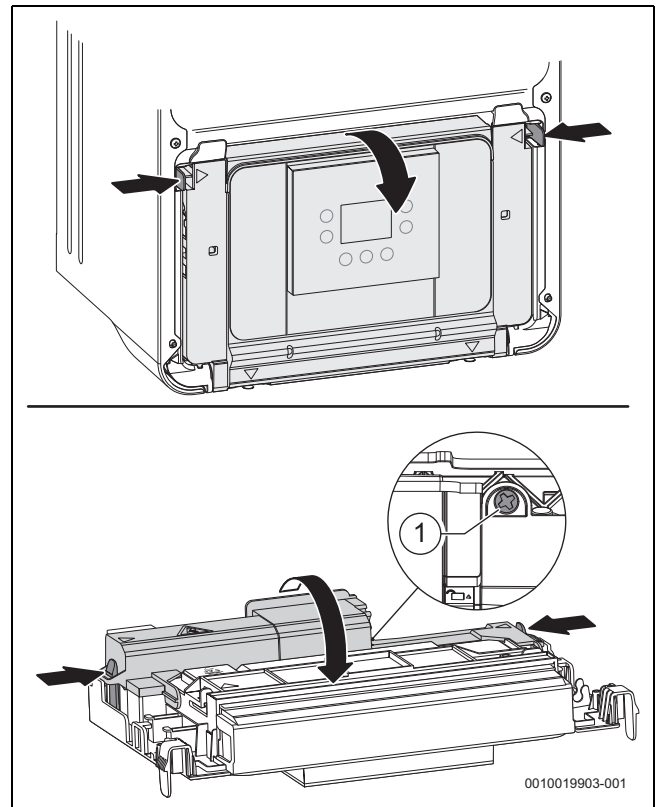

Fig. 30 Abrir la cubierta
- ▶ Abatir la unidad de control hacia abajo (→ fig. 30).